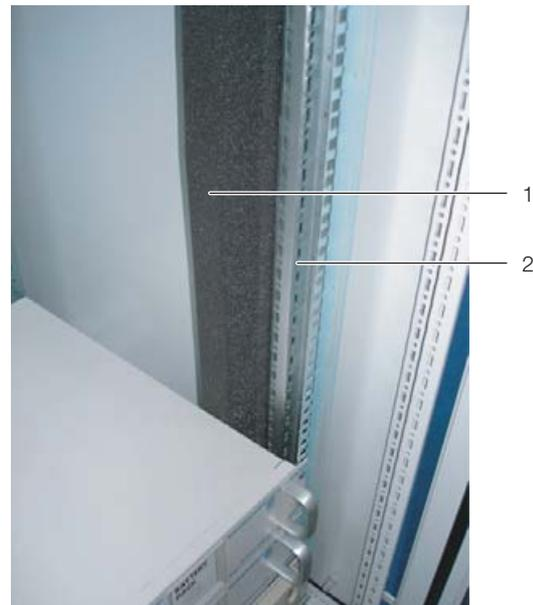

Рис. 19: Поролоновые прокладки на одном профиле серверного шкафа
- Закрепите более широкую (Арт. № SK 3301.370 / 3301.320) из двух поролоновых прокладок, являющихся комплектующими LCP Inline, снаружи на одном из передних профилей серверного шкафа (рис. 19). Обратите внимание на то, чтобы эти прокладки были размещены с той стороны шкафа, с которой будет установлен LCP Inline.
- При установке Liquid Cooling Package только с одной стороны: Закрепите более узкую (Арт. № SK 3301.380 / 3301.390) из двух поролоновых прокладок, являющихся комплектующими Liquid Cooling Package, снаружи на одном из передних профилей серверного шкафа (рис. 19). Обратите внимание на то, чтобы эти прокладки были размещены с той стороны шкафа, с которой будет установлена боковая стенка.